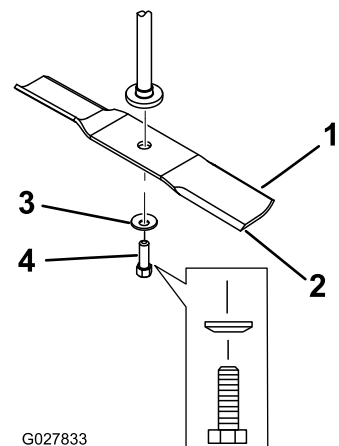

Figura 56
2. Togliete il bullone, la rondella curva e la lama dall'asse del fusello (Figura 56).
1. Montate la lama sull'asse del fusello (Figura 56).
2. Montate la rondella curva (lato concavo verso la lama) e il bullone della lama (Figura 56).